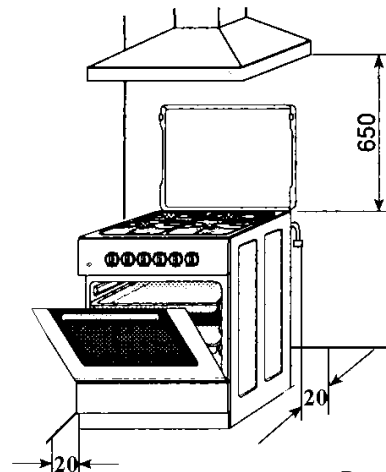

Рис. 2
6.2 Установка плиты на кухне производится в соответствии с рис.2. где указаны минимальные расстояния от выступающих элементов плиты до боковых и задней стенок и оптимальное расстояние до вытяжного устройства.